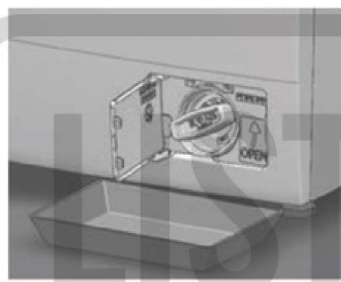

FIG. 2
- Placez un bac de récupération sous la trappe puis, desserrez le filtre de la pompe en le tournant dans le sens inverse des aiguilles d'une montre (Fig. 2).